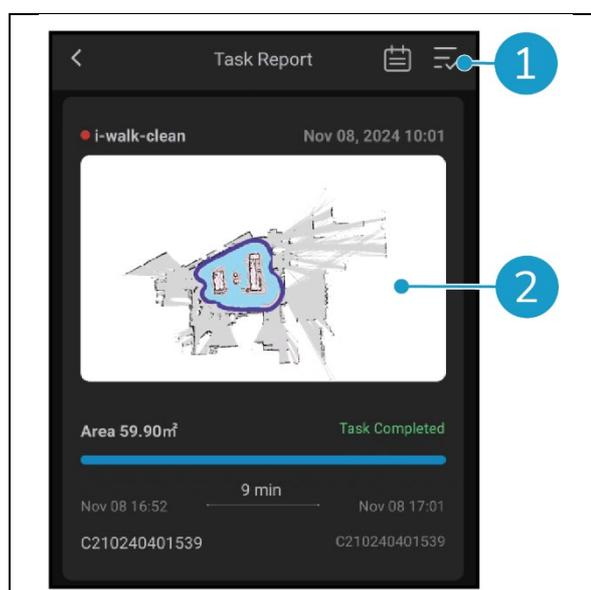

Figura 34
- Toque no botão no canto superior direito (Figura 34, pos. 1) para marcar todos os relatórios actuais como lidos e removê-los da vista.
- Toque num relatório na lista (Figura 34, pos. 2) para abrir a Vista de Tarefas.